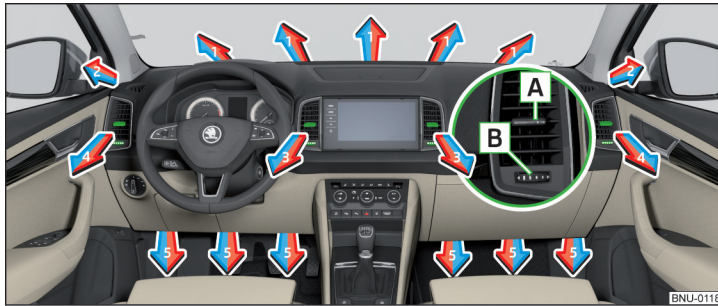
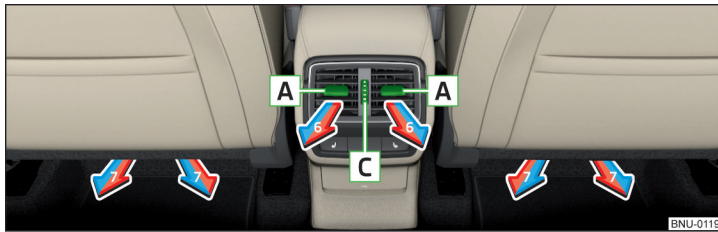

Abb. 161 Luftaustrittsdüsen
Abb. 162 Luftaustrittsdüsen hinten
Bei den Luftaustrittsdüsen **3, 4** » Abb. 161 und **6** » Abb. 162 kann die Luftströmungsrichtung geändert und die Düsen können auch einzeln geöffnet und geschlossen werden.
Die Einstellung der Luftstromrichtung erfolgt durch das Verschieben des Verstellelements **A** » Abb. 161 bzw. » Abb. 162 in gewünschter Richtung.
- › Den Regler **B** » Abb. 161 nach rechts drehen.
- › Den Regler **C** » Abb. 162 nach oben drehen.
- › Den Regler **B** » Abb. 161 nach links drehen.
- › Den Regler **C** » Abb. 162 nach unten drehen.
Richtung des Luftaustritts einstellen	Luftaustrittsdüsen » Abb. 161 und » Abb. 162